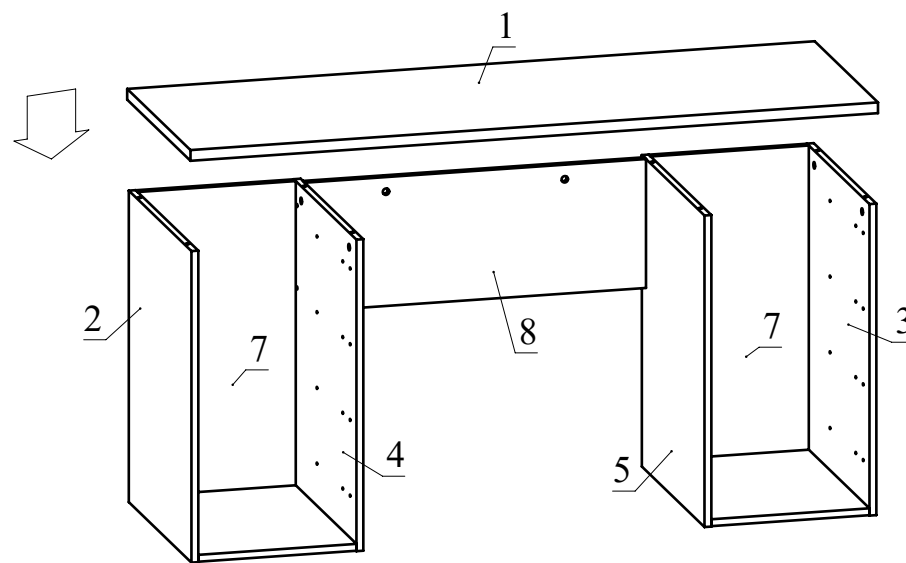

Рис.8
8. Установите деталь 1 на детали 2, 3, 4, 5, 8 и затяните головки минификсов (Рис. 8).